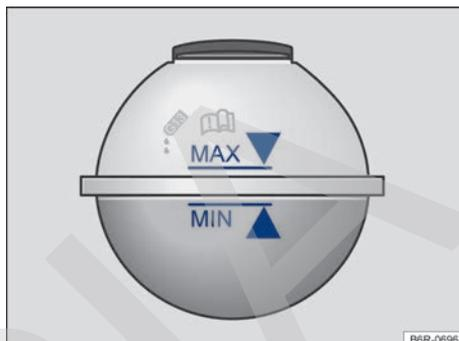

Fig. 169 En el compartimento del motor: marca en el depósito de expansión del líquido refrigerante del motor.
- Con el motor frío, comprobar el nivel del líquido refrigerante del motor por la marca lateral del depósito → fig. 169.
- El nivel del líquido refrigerante del motor debe permanecer dentro de la marca del depósito → fig. 169. **¡No complete por encima de la marca “MAX”** → .
- Agregue líquido refrigerante del motor sólo hasta la marca “MAX” → fig. 169. De lo contrario, al calentarse, el líquido excedente sería expulsado del sistema de refrigeración del motor y podrá causar daños.